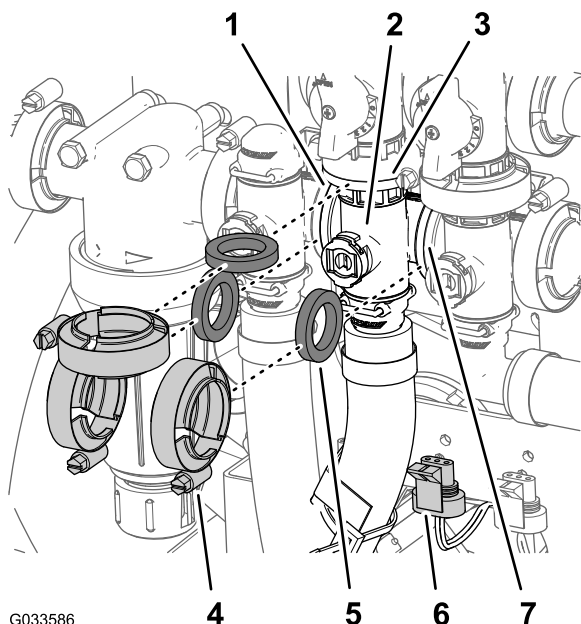

Figure 115
- Déposez les 2 colliers à bride et les 3 joints qui fixent le collecteur de la vanne d'agitation (Figure 115) à la vanne de dérivation d'agitation, au régulateur de débit et à la vanne maîtresse des rampes.